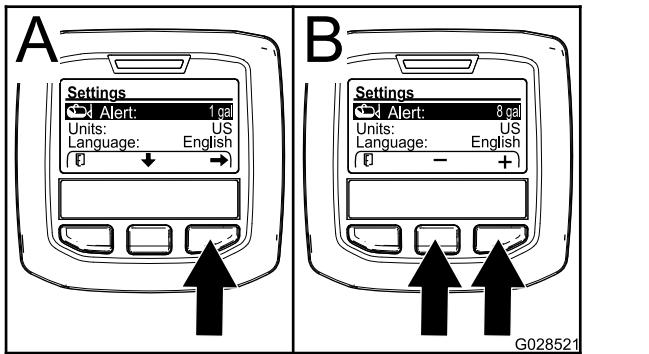

Figure 69
2. Appuyez sur le bouton de sélection central pour mettre en surbrillance le réglage Alerte (Figure 69).
3. Appuyez sur le bouton de sélection droit (Figure 69).
4. Utilisez le bouton de sélection central ou droit pour saisir la quantité minimum dans la cuve à laquelle l'alerte s'affichera pendant le fonctionnement du pulvérisateur (Figure 69).